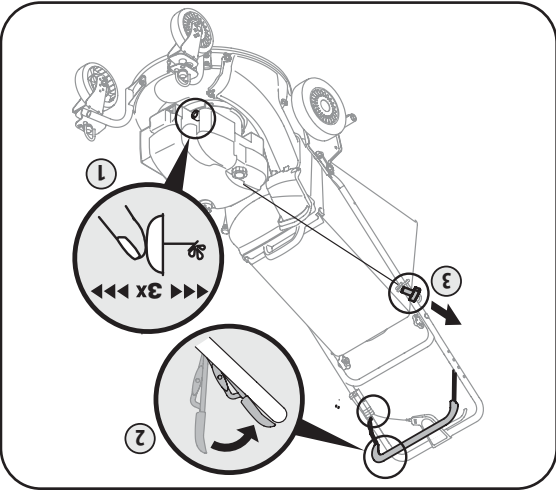

Figure 10
- Tenez-vous derrière la machine, appuyez sur la poignée de commande de la lame et maintenez-la contre le guidon supérieur, comme à la Figure 10.